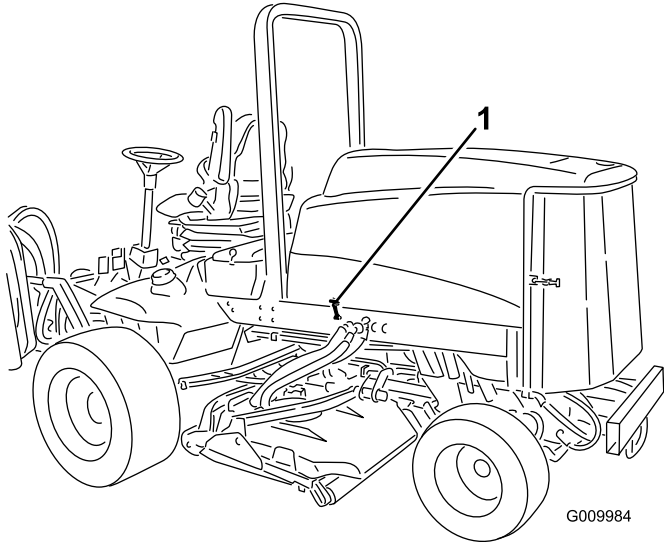

Bild 19
1. Lösen Sie die Haubenriegel (Bild 19) und schwenken die Haube nach oben.